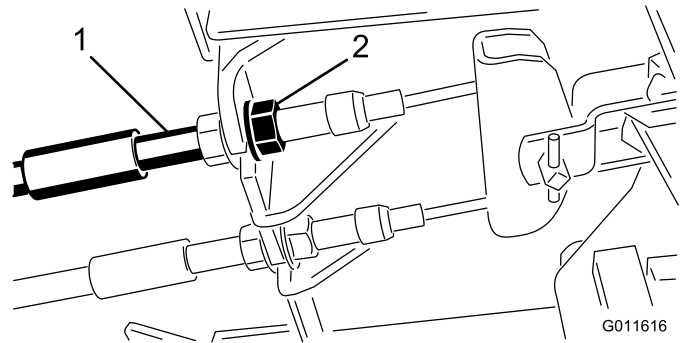

Figure 46
1. Pour réduire la garde aux pédales de frein, serrez les freins en desserrant l'écrou avant sur l'extrémité filetée du câble de frein (Figure 46).